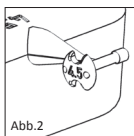

Abb. 2
■ **Abb. 1a, 1b/2** Die Sizer Disk für Total-Prothesen besitzt acht satellitenförmig angebrachte Einzelsizer unterschiedlicher Länge (3,0-7,0 mm) (Abb. 1a, 1b). Auf der Rückseite eines jeden Sizers wird die entsprechende Länge angezeigt (Abb. 2). Die Aussparungen und Bohrungen dienen der Gewichtsreduktion, sowie der besseren Übersicht während des Messvorganges im Mittelohr.